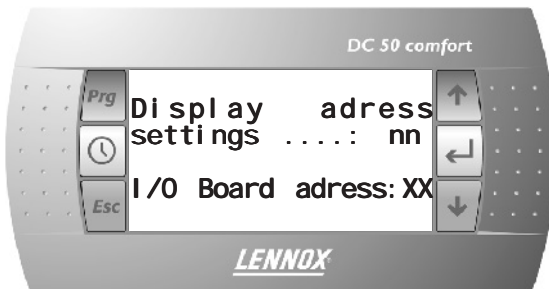

Fig. 28
- La pantalla que aparece en la **fig. 28** se mostrará con el cursor parpadeando en la esquina superior izquierda.